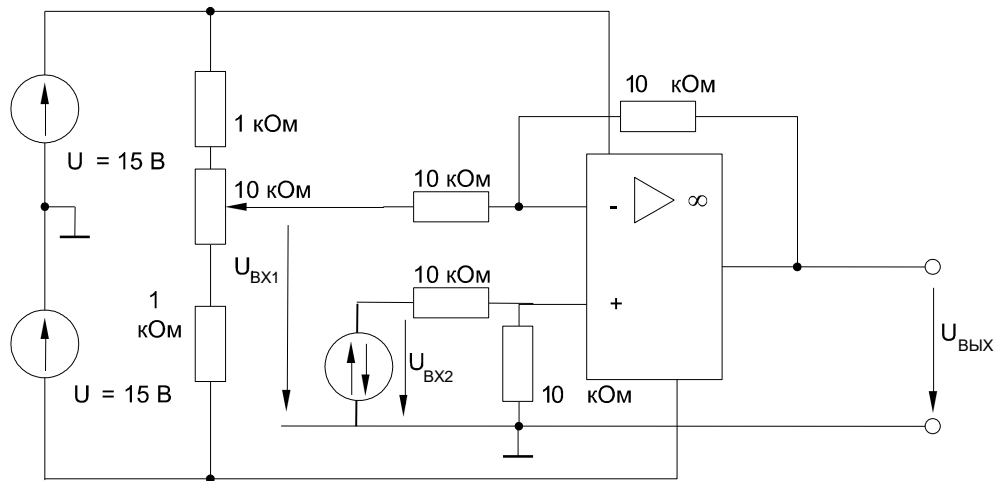
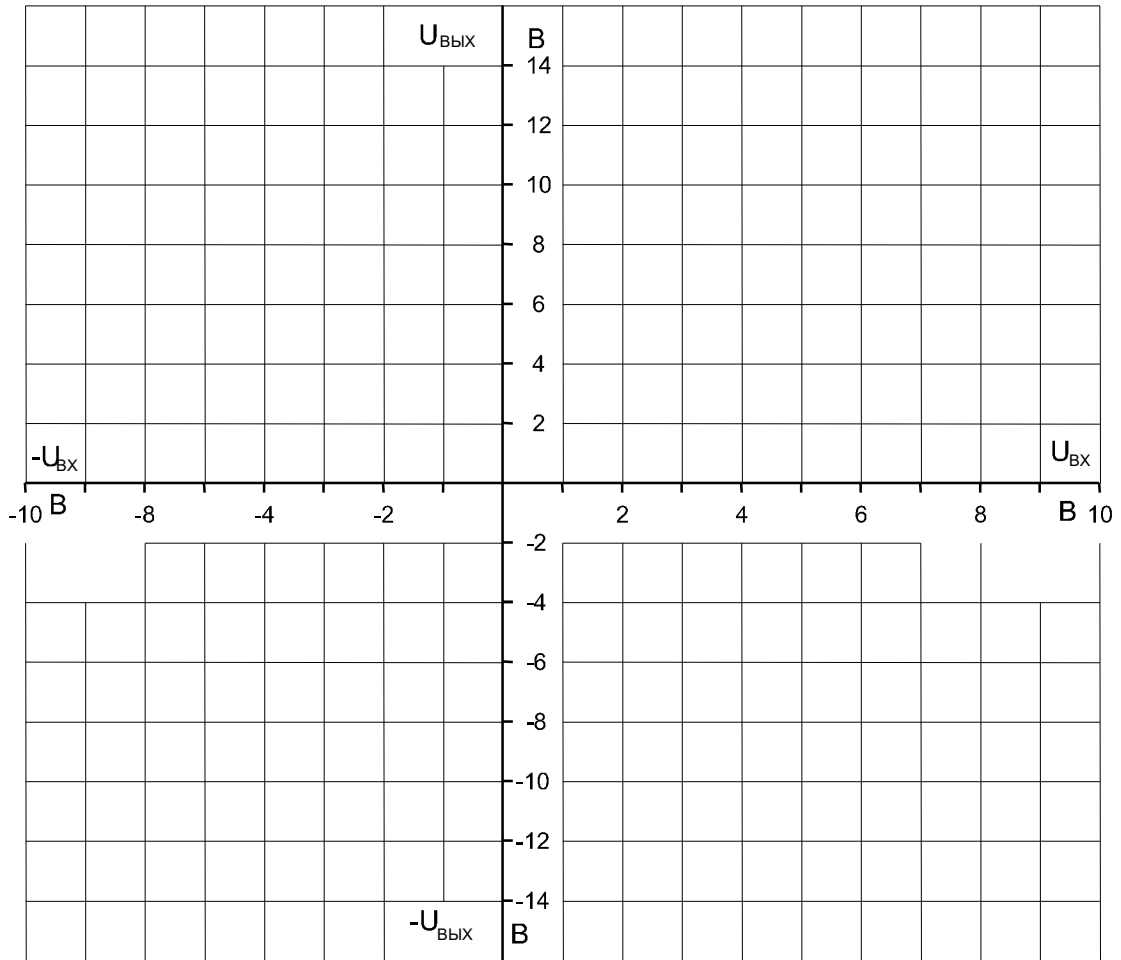

Рис. 8.4.4.
Рис. 8.4.5.
- Затем соберите цепь по рис. 8.4.4. Измерьте значения выходного напряжения  $U_{\text{ВЫХ}}$  при различных входных напряжениях  $U_{\text{ВХ1}}$  и  $U_{\text{ВХ2}}$ , приведенных в таблице 8.4.2. Занесите результаты измерений в таблицу и на графике (рис. 8.4.5) постройте зависимость выходного напряжения  $U_{\text{ВЫХ}}$  от входных напряжений  $U_{\text{ВХ1}}$  и  $U_{\text{ВХ2}}$ .